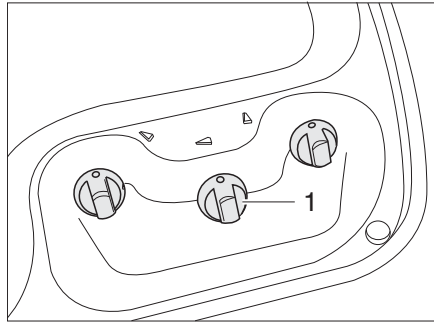
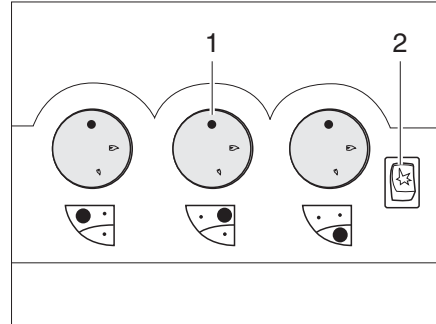

Fig. 258 Éléments de commande pour le réchaud à gaz (sans touche d'allumage piézo)
Fig. 259 Éléments de commande pour le réchaud à gaz (avec touche d'allumage piézo)
- Tourner le bouton tournant (Fig. 258,1 ou Fig. 259,1) du brûleur désiré en position d'allumage (grande flamme).
- Si une touche d'allumage (Fig. 259,2) est présente : Générer une étincelle en appuyant sur la touche d'allumage.